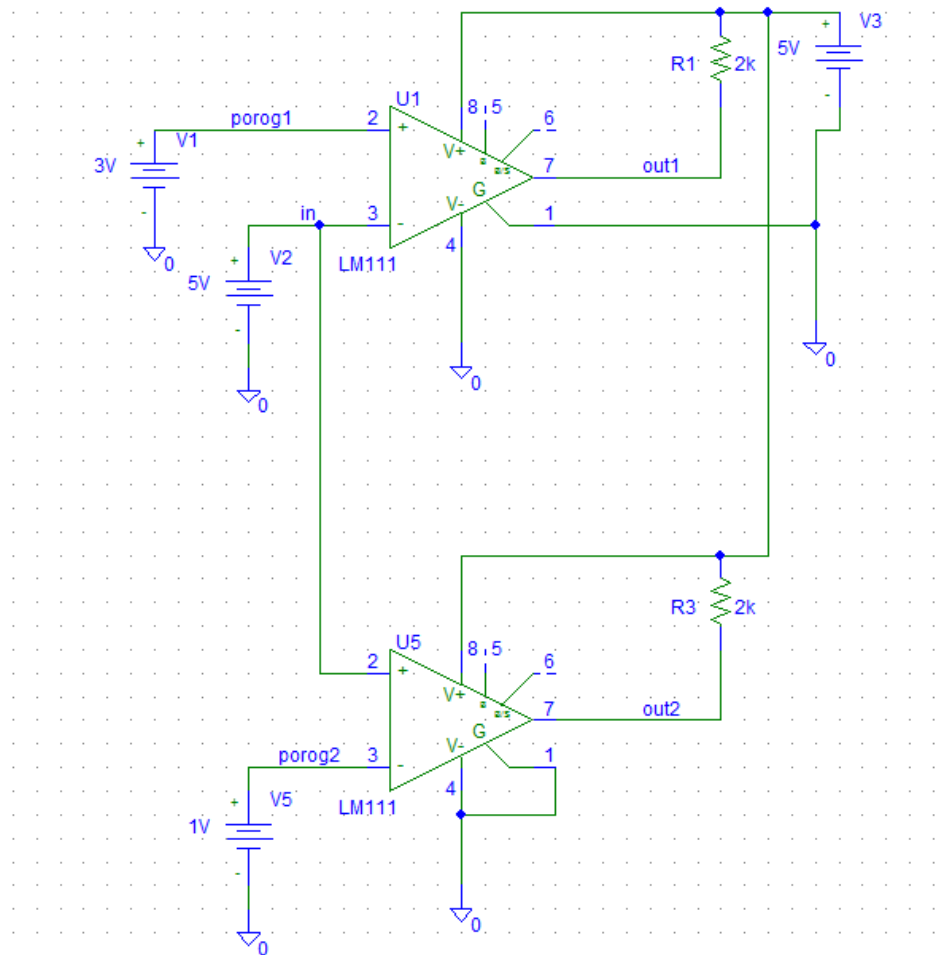

Рис. 5.10. Схема двопорогового аналогового компаратора
5. Зібрати схему двопорогового компаратора (рис. 5.10)